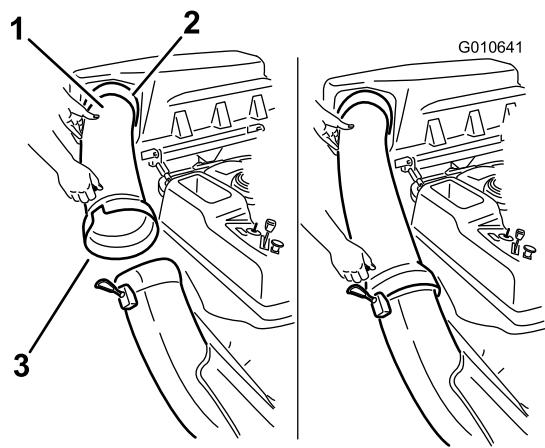

Figure 23
2. Glissez l'extrémité évasée du tube d'éjection sur l'extrémité de l'éjecteur. Accrochez la sangle en caoutchouc de l'éjecteur à l'ergot situé sur le tube d'éjection pour le fixer en position (Figure 23).
1. Glissez l'extrémité courbe du tube d'éjection dans l'ouverture du couvercle du dispositif de ramassage (Figure 23).